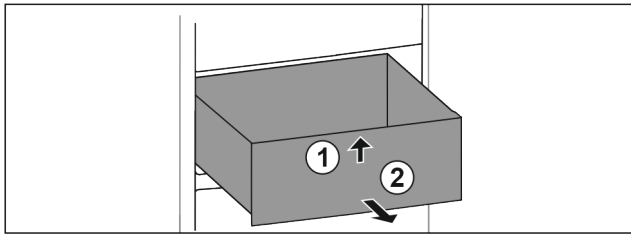

Fig. 91
- Podignite ladicu sprijeda. Fig. 91 (1)
- Izvadite ladicu prema naprijed. Fig. 91 (2)